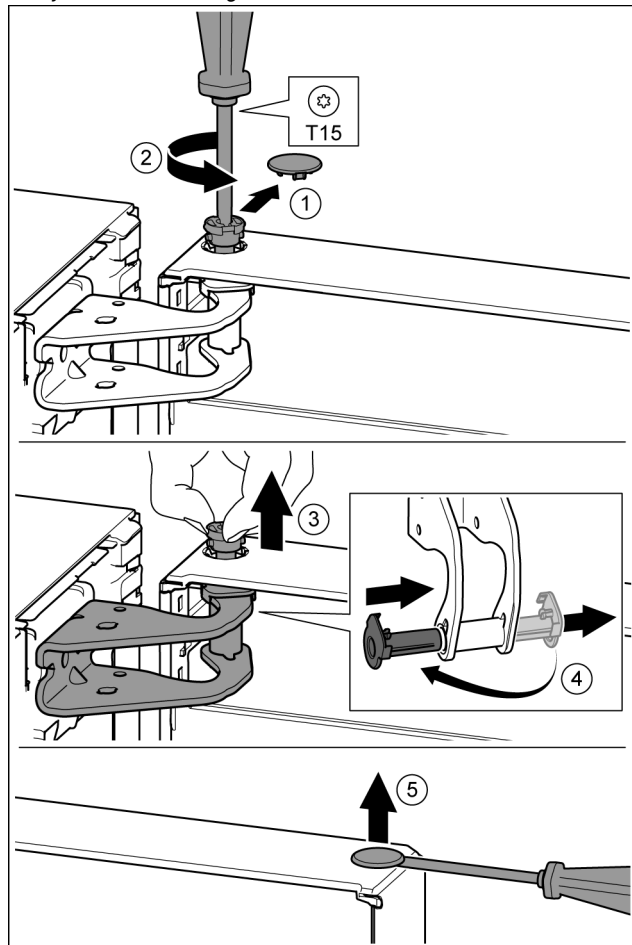

Fig. 22
- ▶ Veiligheidsafdekking voorzichtig eraf trekken. *Fig. 22 (1)*
- ▶ Bout met schroevendraaier T15 een stukje eruit draaien. *Fig. 22 (2)*
- ▶ De deur vasthouden en de bout met de vingers eruit trekken. *Fig. 22 (3)*
- ▶ Lagerbussen uit de geleiding trekken. Op de andere kant aanbrengen en vastklikken. *Fig. 22 (4)*
- ▶ Stop voorzichtig met een sleufschroevendraaier uit de lagerbus van de deur optillen en eruit trekken. *Fig. 22 (5)*